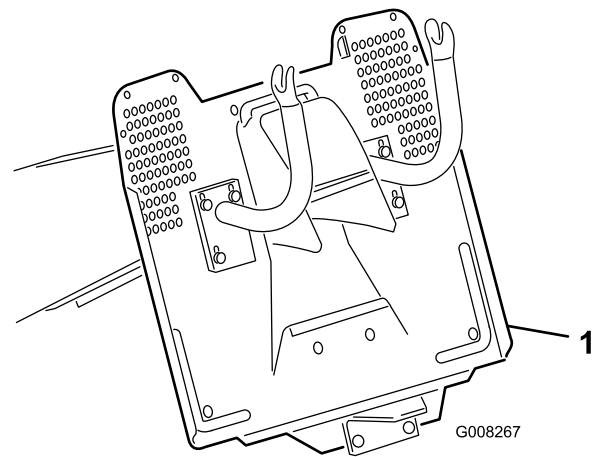

Bild 18
2. Installieren Sie das Anbaugerät an der Anbauvorrichtung, die sich hinten unten an der Maschine befindet (Bild 18).